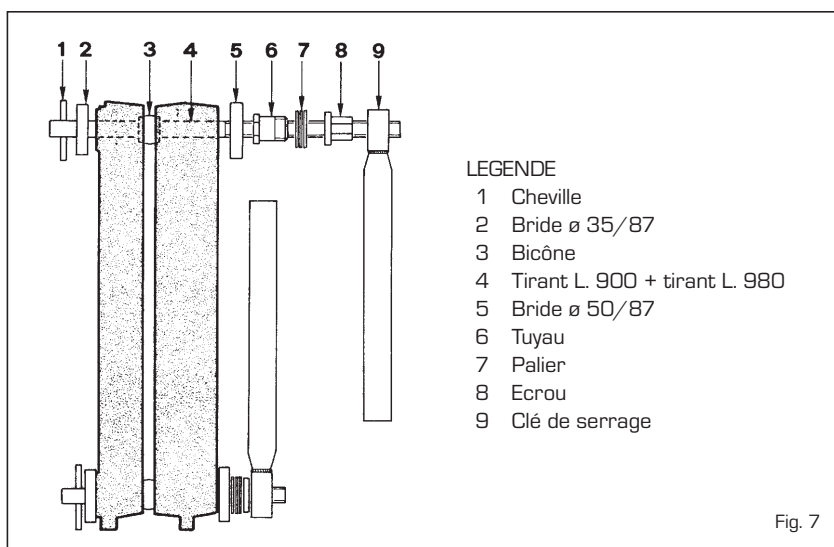

Fig. 7
- assembler les éléments à l'aide de l'équipement prévu à cet effet qui se compose d'une paire de tirants d'assemblage et des accessoires relatifs code 6050900 (fig. 7), en exerçant une pression en même temps sur le moyeu supérieur et sur le moyeu inférieur. Si, pendant cette opération, l'avancement entre les éléments n'est pas uniforme et parallèle, introduire le burin dans la partie la plus serrée et forcer afin d'obtenir le parallélisme entre les deux pièces à assembler. On considère que les éléments sont assemblés lorsque leurs bords extérieurs sont en contact;